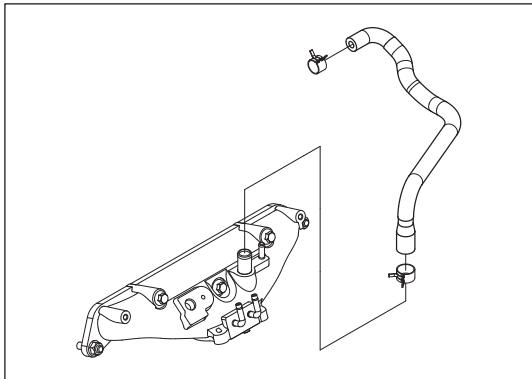

Рис. 6-4-6. Установка шланга системы принудительной вентиляции картера
(3) Установить шланг системы принудительной вентиляции картера:
- » Затяните шланг системы принудительной вентиляции картера с помощью двух стальных хомутов, как показано на рис. 6-4-6.